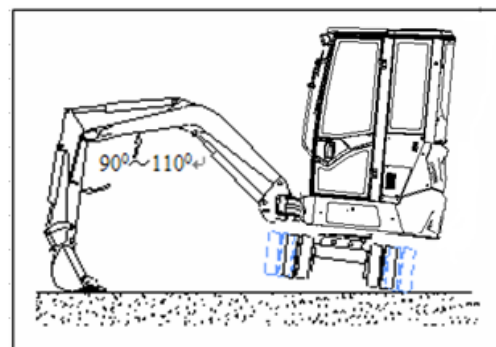

FIG.3-14
- 5) În cazul în care excavatorul nu se poate deplasa pentru a intra în zone murdare, puteți extinde brațul și plasa cupa pe sol pentru a ridica o parte a șenilei, apoi întoarceți șenila ridicată pentru a scoate încărcătura de pământ. Pentru a reduce forța de rezistență a bigii și a brațului, unghiul dintre bigă și braț trebuie să fie cuprins între 90° – 110° (FIG. 3-14).